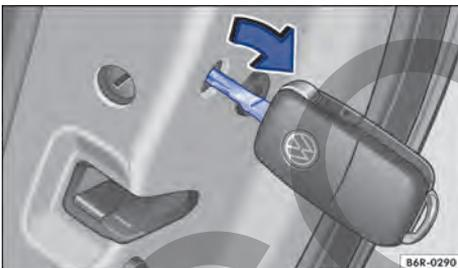

Fig. 49 Bloqueo manual con la llave del vehículo.
- Introduzca la espada de la llave del vehículo en el cilindro de la cerradura → Fig. 49.